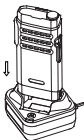
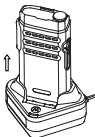

Рис. 2. Установка радиостанции в зарядное устройство для зарядки
Рис. 3. Изъятие радиостанции из зарядного устройства
3. Процедуру зарядки радиостанции с аккумулятором (радиостанция выключена) см. на Рис. 2 и Рис. 3.